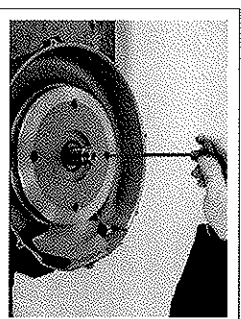

fig. 9
- 12 -Lösen Sie die vier Schrauben, die die vordere Gehäusehälfte mit dem Motor verbinden (Abb. 9). Lösen Sie die vordere Gehäusehälfte von der Wicklung durch leichtes Hämmern an der vorderen Gehäusehälfte (Abb. 10). Entfernen Sie die Gehäusehälfte. Für CL80-Z HS braucht man zwei Personen um diesen Teil zu entfernen.
- 12 -Unscrew the four screws holding the machine front casing half to the electric motor (fig. 9). Detach the front casing half from the motor stator by lightly hammering on the front casing half (fig. 10). Remove the front casing half. For CL80-Z HS two persons are required to remove this piece.